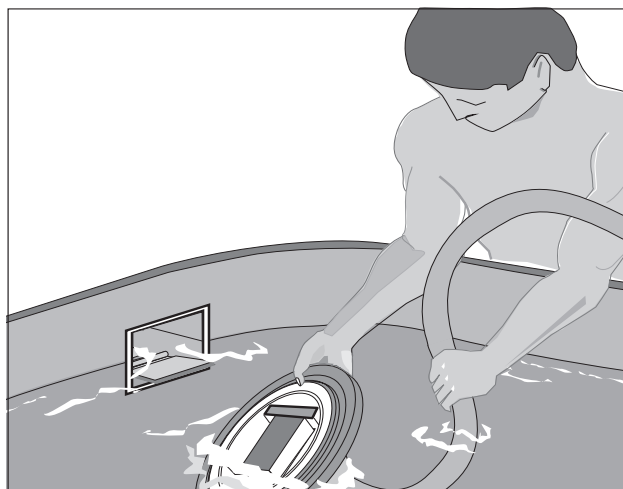

Fig. 3.
A. Gire la aspiradora al revés, sumergir el limpiador y la manguera por el costado de la pared de la piscina para que se llena de agua la manguera. Fig. 3.